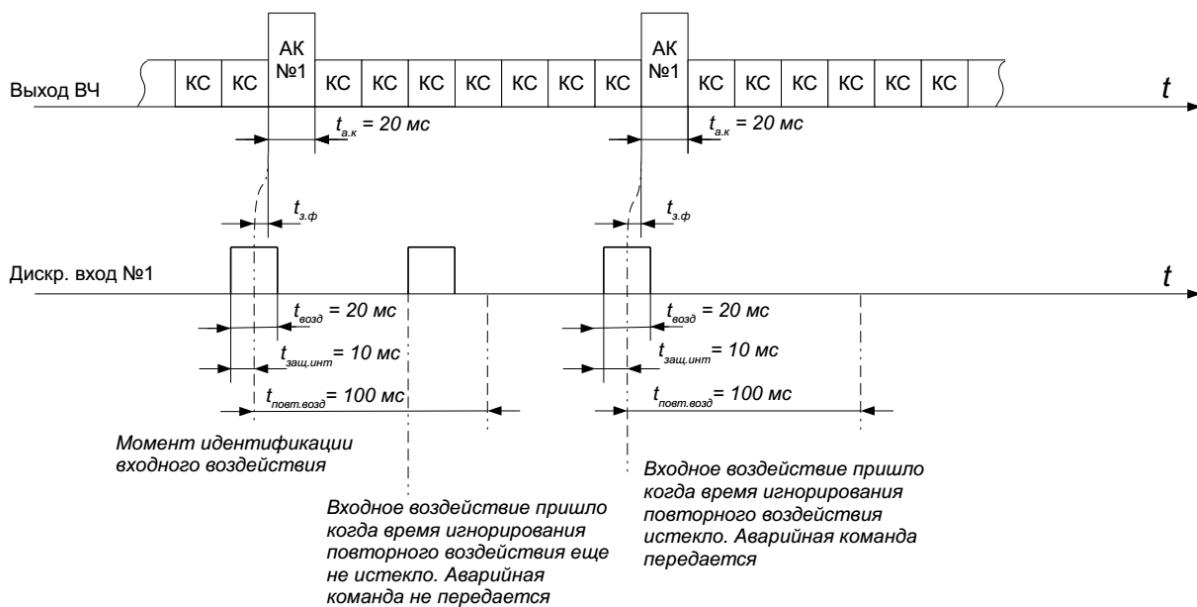

Рисунок 5.2.3.1 - Передача импульсной аварийной команды
**Пример 2.** Передача длительной аварийной команды (см. рисунок 5.2.3.2). Длительность формируемой аварийной команды  $t_{a,k}$  зависит от длительности воздействия на дискретном входе. К аварийной команде №1 привязан один дискретный вход №1. Защитный интервал  $t_{заш.инт} = 10 \text{ мс}$ , время игнорирования повторного воздействия  $t_{повт.возд} = 20 \text{ мс}$ .